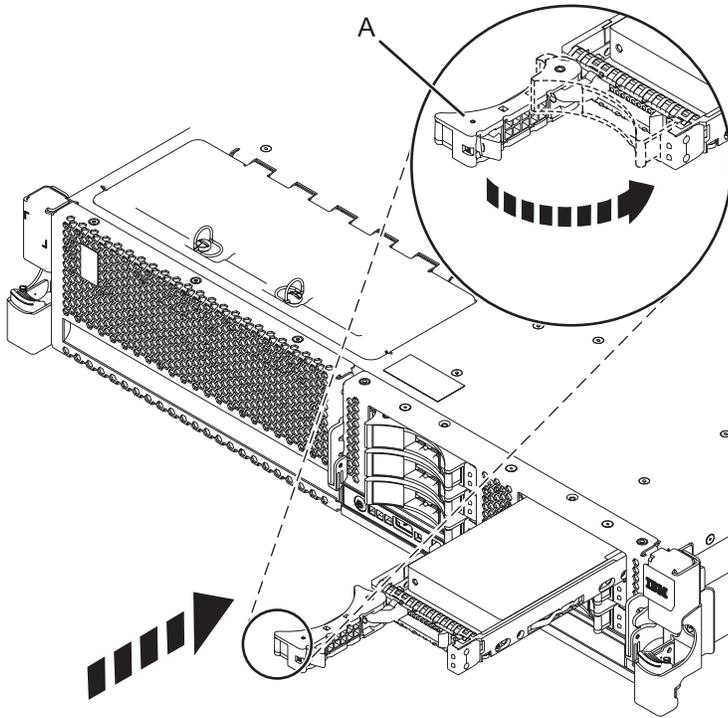

Figura 42. Sustitución de una unidad de disco en el sistema
5. Cuando el LED de identificación se encienda de manera fija, deslice la unidad hasta el fondo del sistema y empuje hacia adentro el asa de la unidad (**A**) hasta que quede encajada, como se muestra en Figura 42 en la página 70.